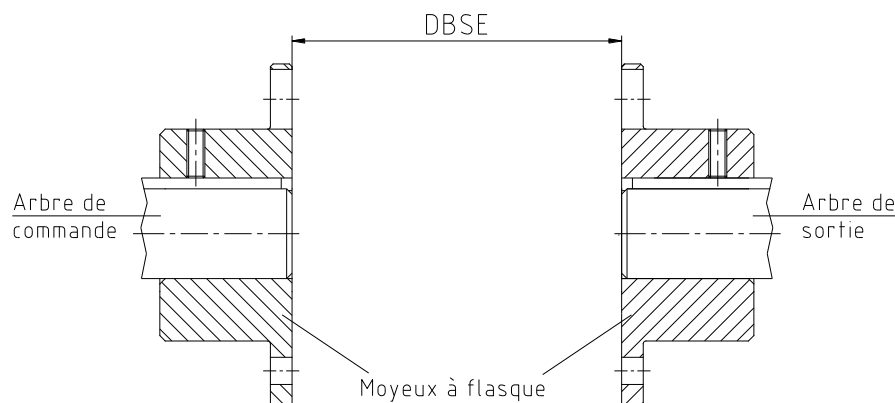

Fig. 17 : Montage des moyeux à flasque
- Monter les brides sur les arbres moteurs et récepteurs (voir fig. 17).
- Faire affleurer les faces intérieures des moyeux à flasque avec les faces frontales des arbres (voir fig. 17).